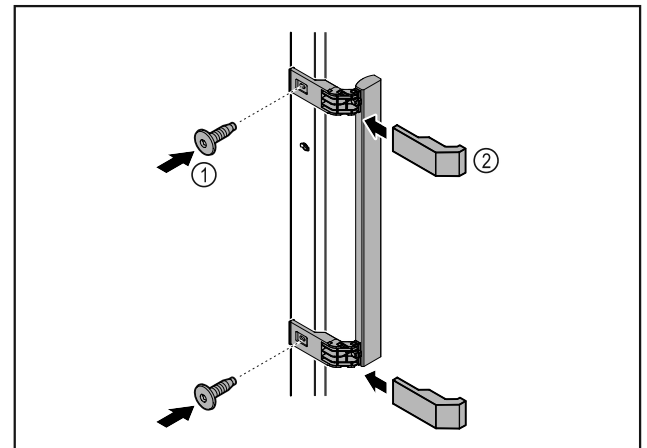

Fig. 46
- ▶ Τοποθετήστε τη λαβή από τη συσκευασία με τις βίδες Fig. 46 (1) στην πόρτα.
- ▶ Τοποθετήστε το κάλυμμα Fig. 46 (2).